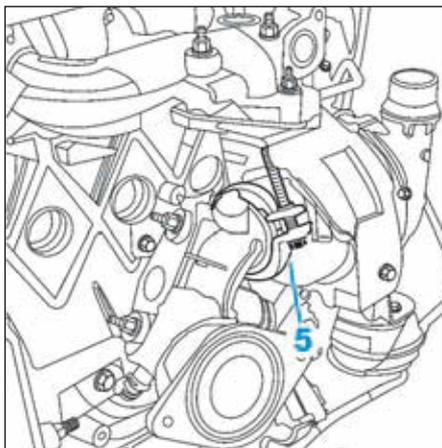

FIG.46
- le collier du conduit de sortie du turbocompresseur (5) (Fig.46),